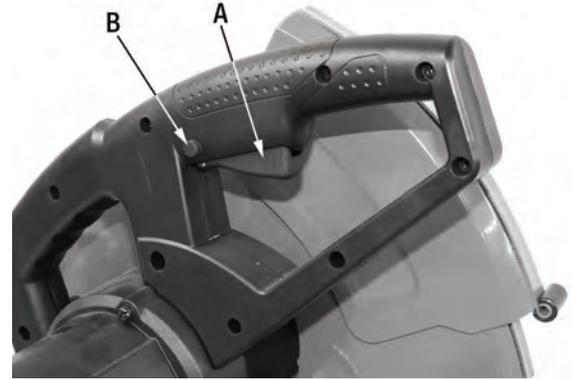

FIGURE 10
Pour mettre la Tronçonneuse en marche, appuyez et maintenez le bouton de verrouillage (B) Fig.10, ensuite appuyez et maintenez la gâchette (A). Pour arrêter la Tronçonneuse, relâchez la gâchette.